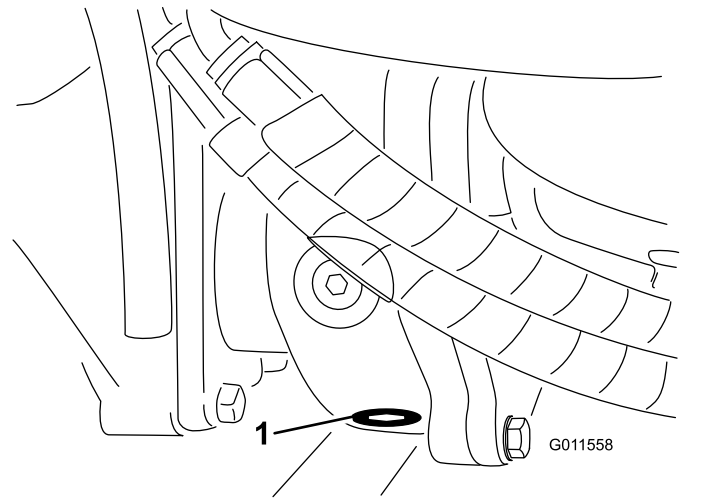

Bild 96
- Reinigen Sie den Bereich um die Ablassschraube an der Unterseite des Getriebes (Bild 96).